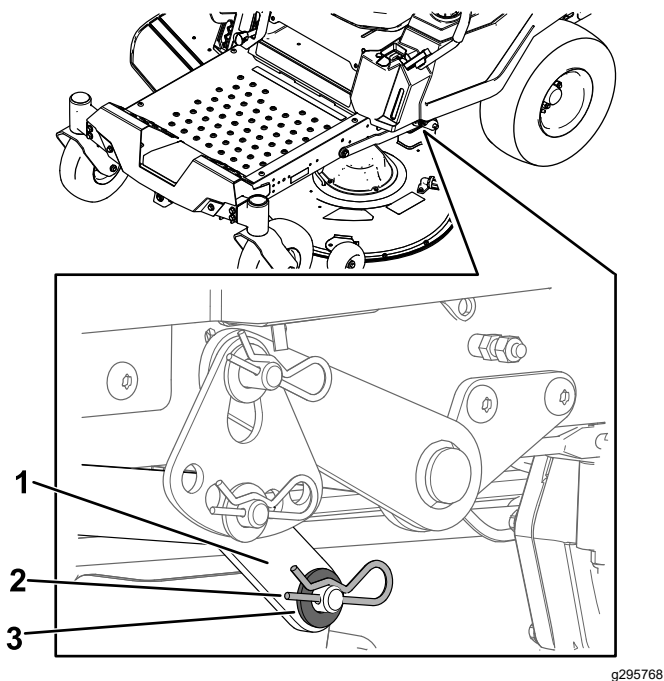

Bild 74
7. Entfernen Sie auf einer Seite der Maschine die Unterlegscheibe und den Splint vom Mähwerksstift (Bild 74).
6. Montieren Sie den Hubarm mit der Unterlegscheibe und dem Splint (Bild 74).
5. Heben Sie auf einer Seite der Maschine die Rückseite des Mähwerks an und montieren Sie den Hubarm am Mähwerksstift (Bild 74).